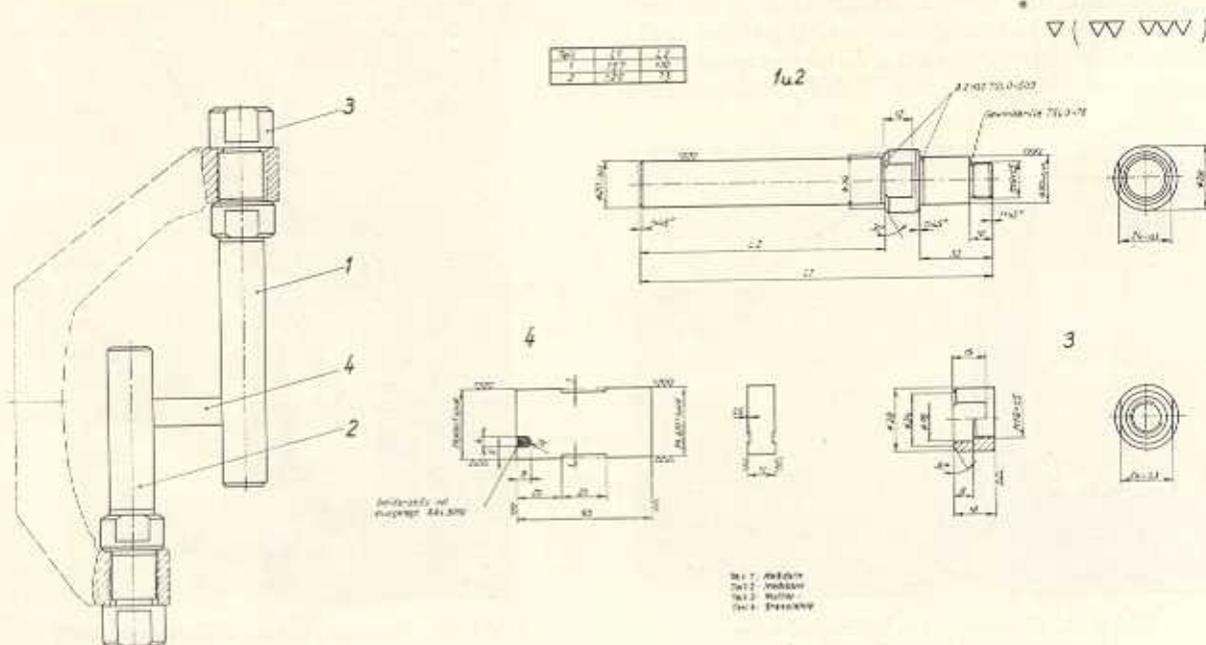

Bild F 42. Fluchtdorne für Schwenklagerkontrolle (W-211746)
- Schwenklager kontrollieren, ob es verbogen oder beschädigt ist (Bild F 42). Radialdichtring mit Vorrichtung (Bild F 43) auf die vorgeschriebene Tiefe einpressen. Rillenslager 6307 fetten und einpressen (Bild F 45).